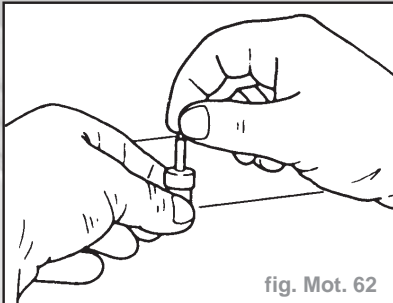

fig. Mot. 62
- Déposer le gicleur d'injection (fig. Mot. 62).